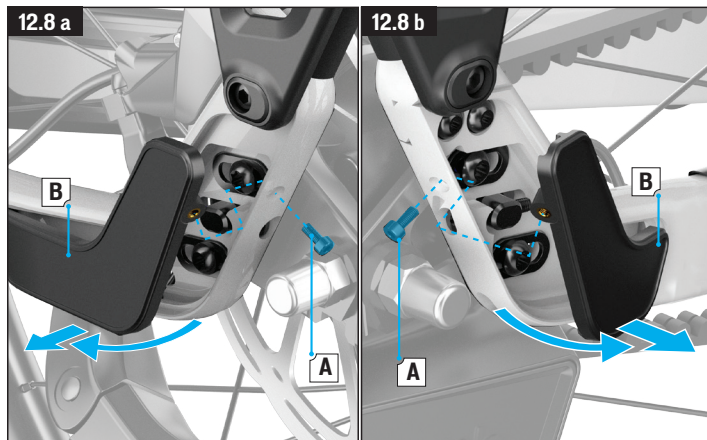

Fig. 12.8 A og B
- Fjern dekslene for de justerbare girørene (fig. 12.8 A-B).
- Bruk en TX25-trekker til å ta av de øvre setestagkoplerboltene (A) og setestagkoplersylinderen (B) fra girøret (dropout).
- Trekk kjedestaget og setestaget fra hverandre og skyv beltet forsiktig gjennom mellomrommet i setestaget (C).